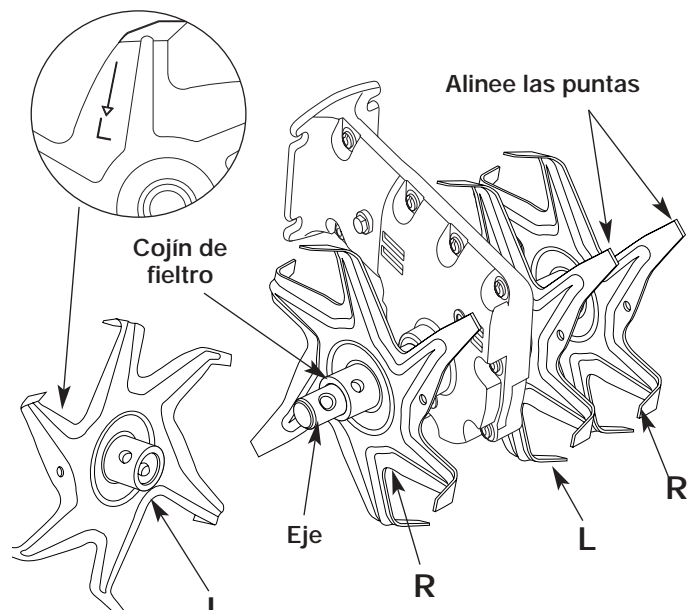

Figure 20
- Verifique que las puntas de las púas estén alineadas en la misma dirección entre sí antes de volver a instalar las presillas del pasador de la horquilla y los pasadores de la horquilla (Fig. 20).